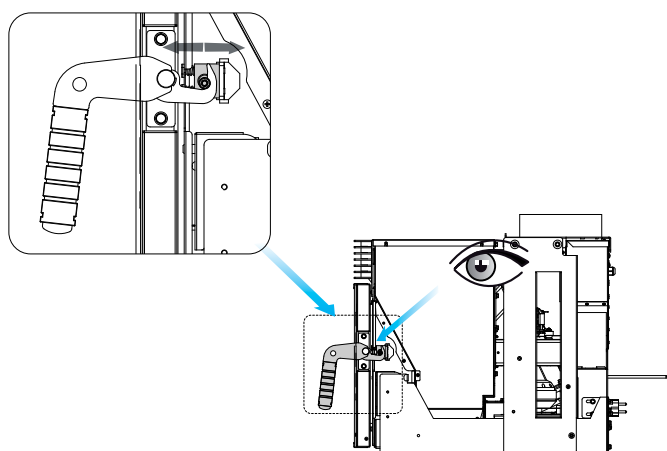

Abb. 7.20
- O) Verificar el buen funcionamiento del mecanismo de bloqueo de la puerta, tal y como muestra la fig. 7.20.